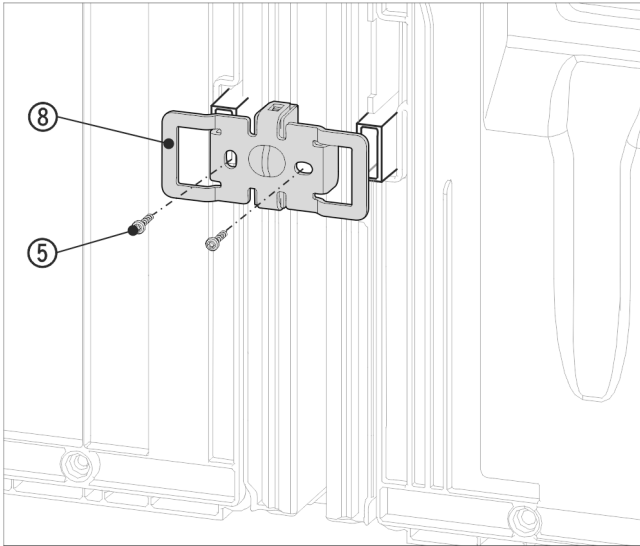

Fig. 19 Esimerkkikuva
- Työnnä kulma Fig. 19 (8) uudelleen aukkoineen seinäväliseen kiinnitykselle.
- Ruuvaa kiinni 2 ruuvilla Fig. 19 (5).